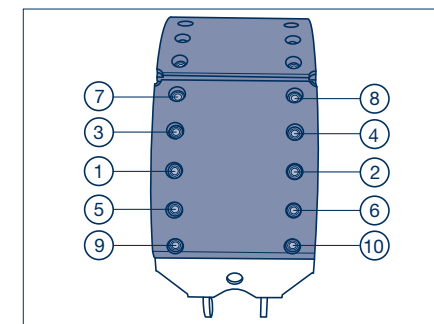

Figure 22
- [16] Introduire tous les rivets et maintenir ceux-ci par sertissage. Riveter la garniture (350) en tenant compte de l'ordre de rivetage (Figure 22).